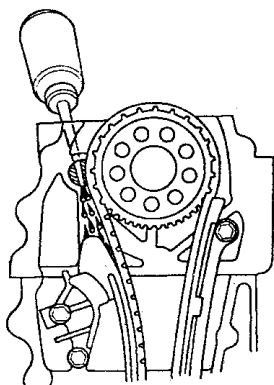

图 2-89 润滑张紧装置滑块大滑动表面
25) 通过缸盖上的回油孔, 如图 2-89 所示, 给正时链张紧装置滑块大滑动表面涂上发动机机油。
3) (见图 2-89)，通过缸盖上的回油孔，给正时链张紧器装置滑块的滑动表面涂上发动机机油。